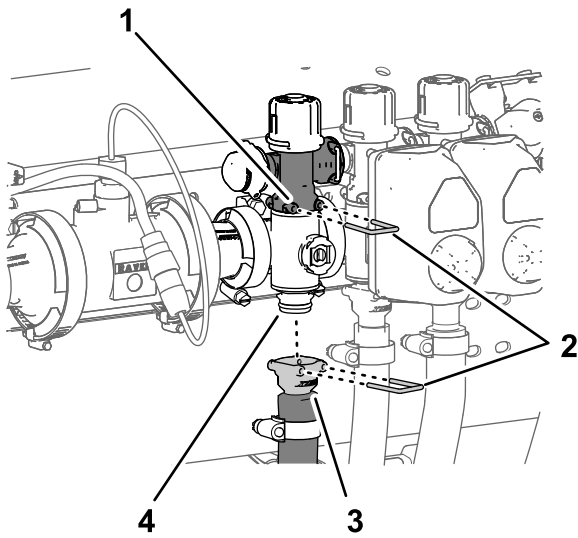

Figura 116
1. Retire la grapa que sujeta el acoplamiento rápido de la válvula de desvío de sección al distribuidor de sección (Figura 116).
2. Retire la grapa que sujeta el acoplamiento rápido de la manguera de alimentación al distribuidor del acoplamiento rápido del distribuidor de sección (Figura 116).